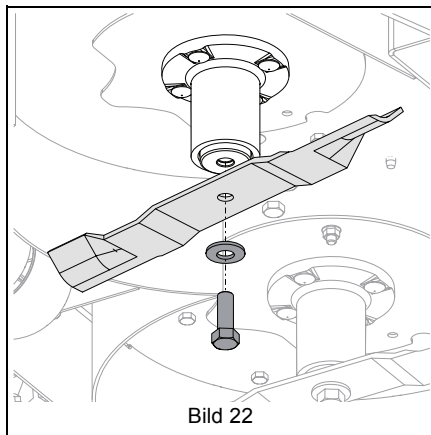

Bild 22
3. Skruva bort skruvarna som fäster bladen på spindlarna och ta bort bladen. Spara delarna för återmontering. Se Bild 22.
Se Bild 22.